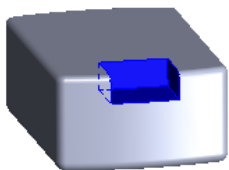
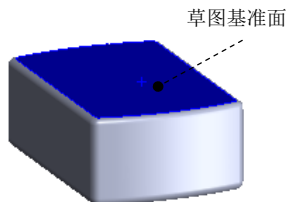
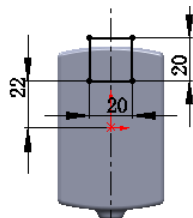

图 3.34.17 切除-拉伸 3
图 3.34.18 草图基准面
图 3.34.19 横断面草图
Step14. 创建图 3.34.17 所示的零件基础特征——切除-拉伸 3。选择下拉菜单 **插入(I)** **→ 切除(C)** **→ 拉伸(E)** 命令, 选取图 3.34.18 所示的模型表面作为草图基准面, 绘制图 3.34.19 所示的横断面草图; 采用系统默认的深度方向; 在“拉伸”对话框 **方向1** 区域的下拉列表中选择 **给定深度** 选项, 输入深度值 8.0; 单击 按钮, 完成切除-拉伸 3 的创建。